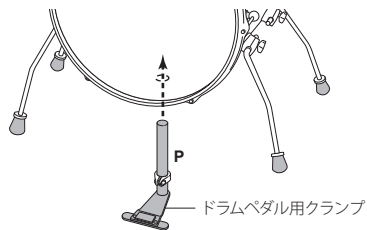

図5
バスドラム下側のブラケットにドラムペダル用クランプ (P) を差し込み、ウイングボルトで固定します (図 5)。